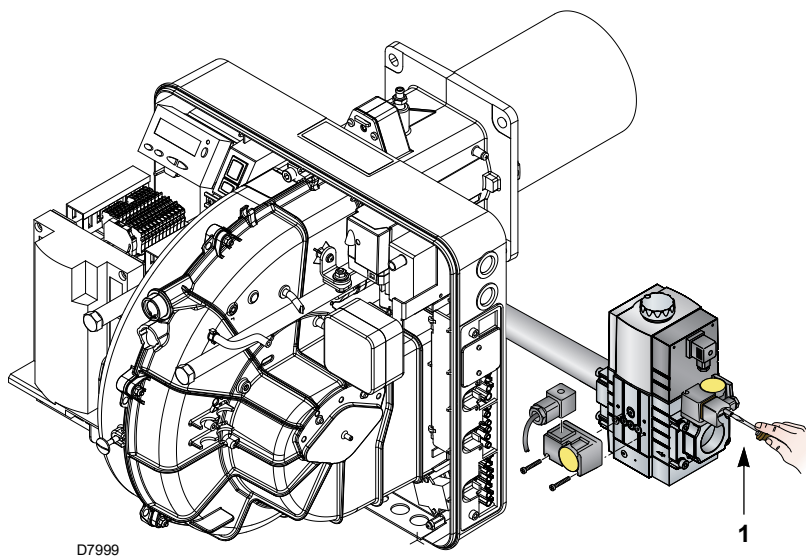

Fig. 28
- Controlar la presión de la alimentación de gas conectando un manómetro en la toma de presión 1)(Fig. 28) del presostato gas de mínima: debe ser inferior a la presión máxima permitida de la rampa de gas, que figura en la placa de características.
- Purgar el aire de la tubería de la rampa de gas conectando un tubo de plástico en la toma de presión 1)(Fig. 28) del presostato gas de mínima. Llevar hacia el exterior del edificio el tubo del purgado, hasta que se huela el gas.